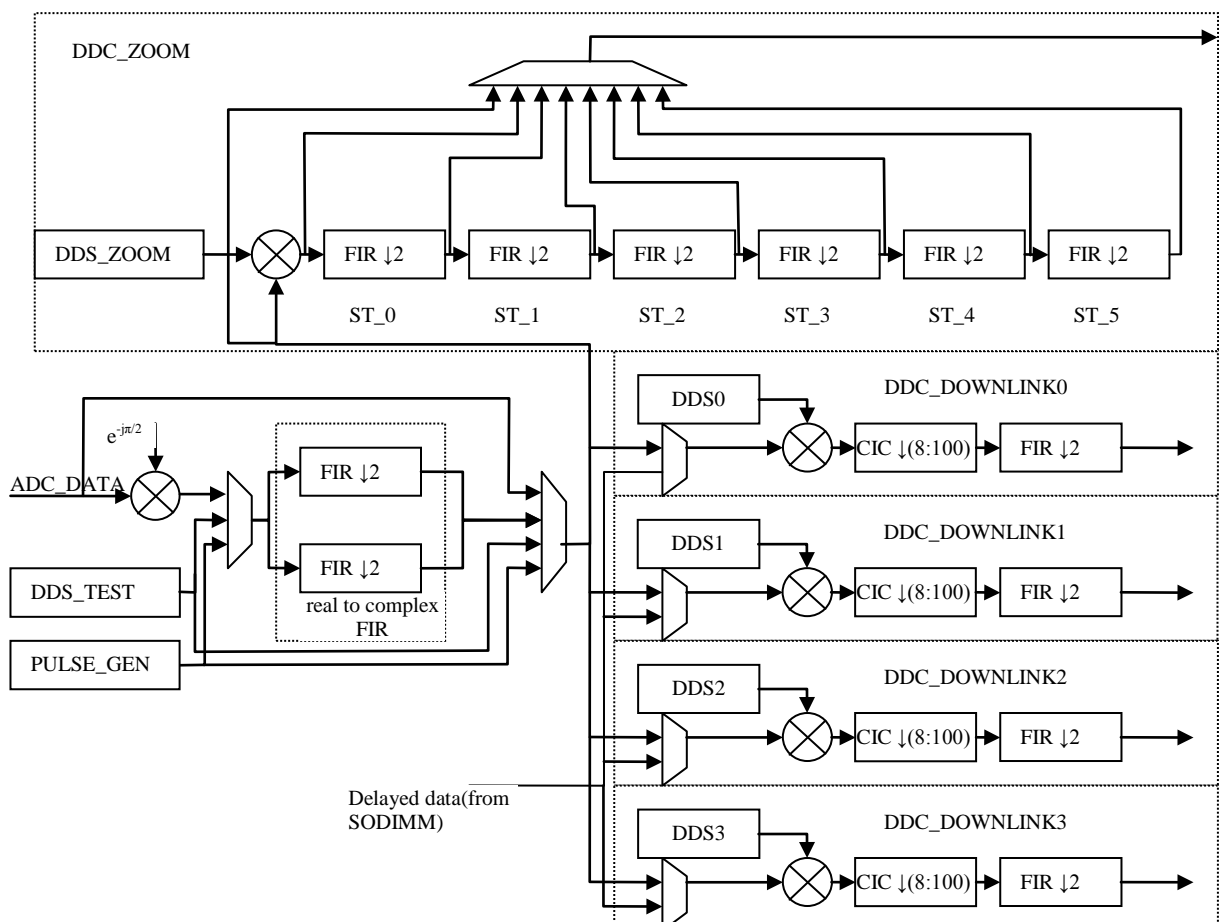

Рисунок 2 Структурная схема ЦОС модуля
- децимация полосы входного сигнала в диапазоне $1 \dots 1/64$ от исходной (DDC_ZOOM на рис.2);
- 4 независимых дополнительных канала данных для узкополосных сигналов с переносом спектра и децимацией в диапазоне $1/16 \dots 1/200$ от исходной (DDC_DOWNLINK на рис.2);